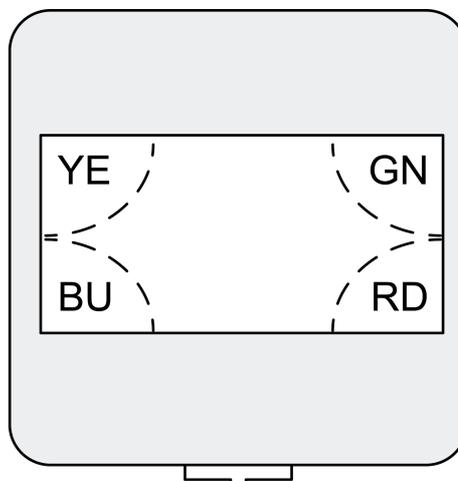

Figura 8: LED di stato
Dietro la finestra del sensore (4) si trovano i LED di stato che segnalano la modalità di funzionamento attuale (figura 8).